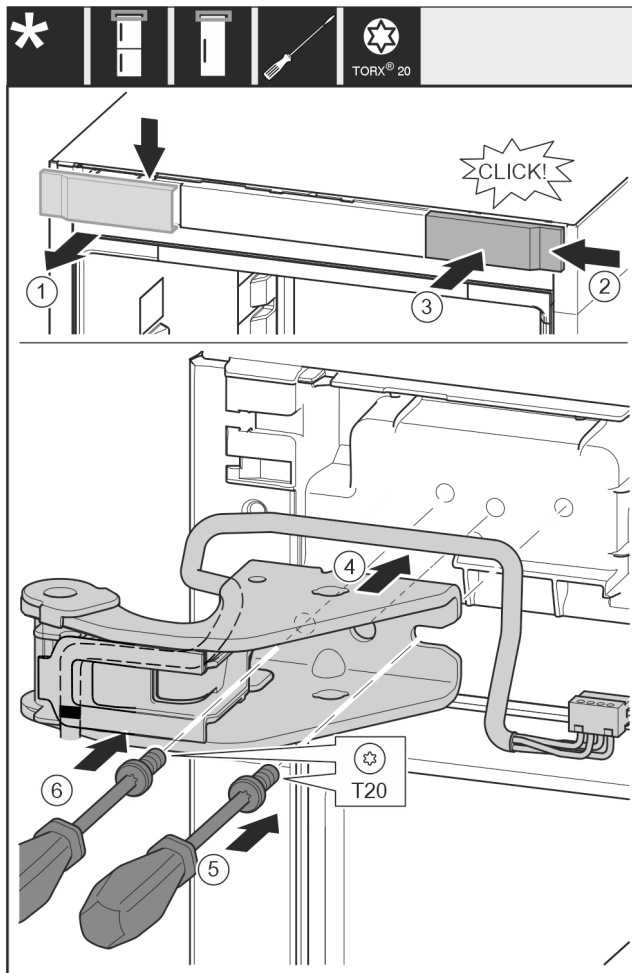

Fig. 32
- ▶ Wyjąć ostłonę od góry do przodu. Fig. 32 (1)
- ▶ Ostłonę obrócić o 180° założyć z drugiej strony od prawej. Fig. 32 (2)
- ▶ Zazębić ostłonę. Fig. 32 (3)
- ▶ Założyć górną płytkę zawiasu. Fig. 32 (4)
- ▶ Śrubę założyć przy pomocy śrubokręta T20 i mocno dokręcić. Fig. 32 (5)
- ▶ Śrubę założyć przy pomocy śrubokręta T20 i mocno dokręcić. Fig. 32 (6)